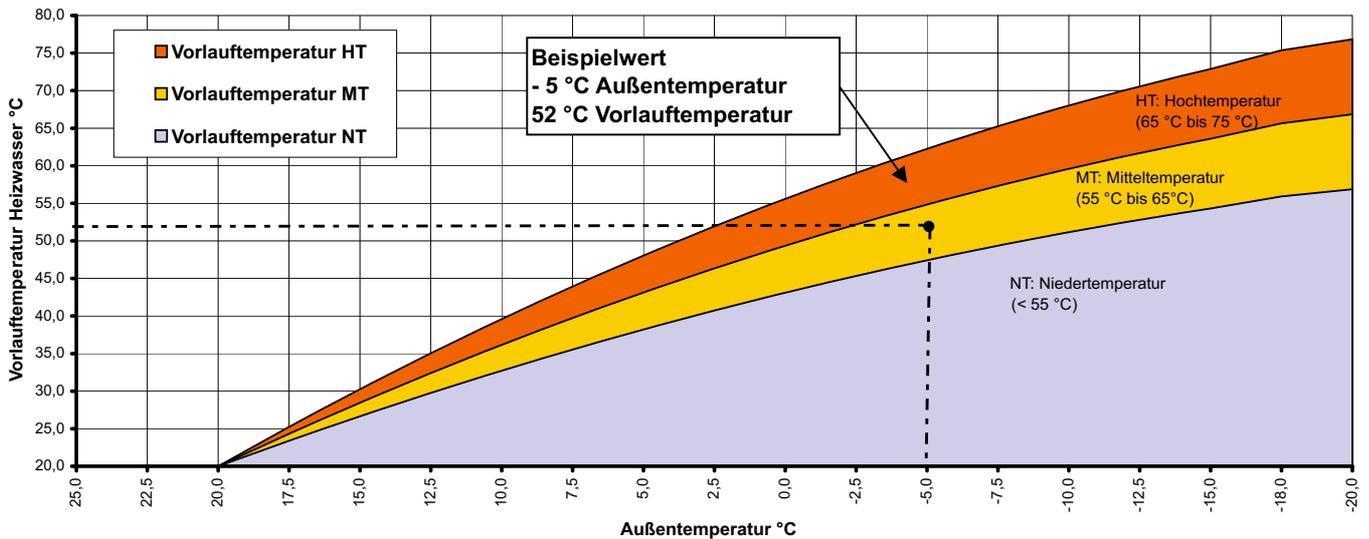

Abb. 1.1: Diagramm zur experimentellen Ermittlung der tatsächlich benötigten Systemtemperaturen
b) Experimentelle Ermittlung in der Heizperiode (siehe Abb. 1.1 auf S. 11)